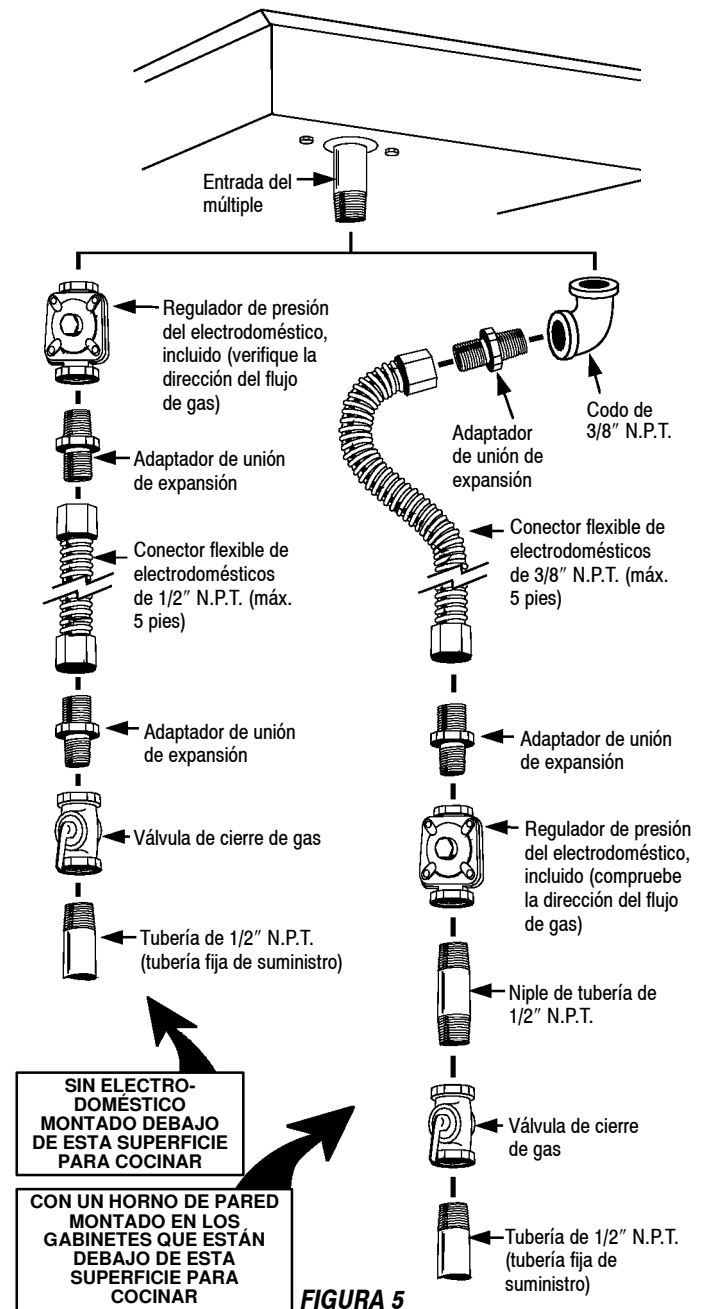

FIGURA 5
- Si se selecciona el método alternativo de tubería que se muestra en la figura 5 para la instalación, no se requerirá unión. (El conector flexible del electrodoméstico ilustrado proporciona las uniones necesarias para darle servicio.) Cuando se tiene una pared divisoria y se usa un conector flexible se recomienda que para mayor comodidad, tanto en la instalación como en el servicio, el conector flexible, en sí, se pase a través de la pared divisoria. **El conector flexible que se use con este electrodoméstico debe cumplir con todos los requisitos establecidos en el texto que acompaña a la figura 5.**
A menos que lo prohiban los códigos o reglamentos locales, puede usarse un conector metálico flexible A.G.A. nuevo y certificado para conectar este electrodoméstico al suministro de gas. El conector no debe ser más largo de 5 pies. Como en la figura 5, use el adaptador de unión de expansión adecuado en cada extremo del conector flexible. Si se usa un conector flexible asegúrese de que tanto el regulador de presión como la válvula de cierre manual están firmemente unidas a otra tubería rígida permanente (ya sea el suministro de gas o el múltiple del electrodoméstico) para que esté fijo físicamente. Vea las ilustraciones a continuación.